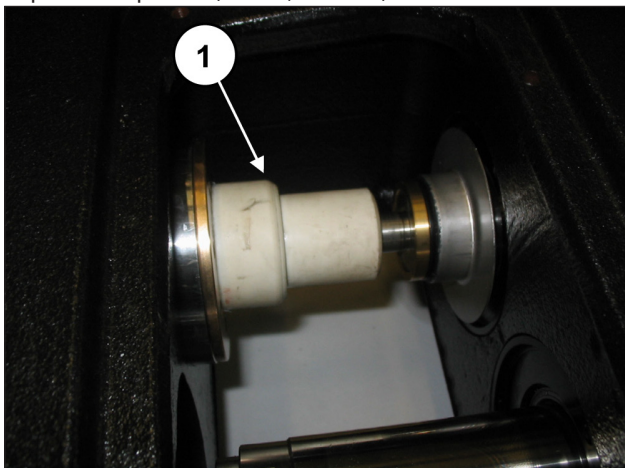

Рис. 141
Вручную прокрутите вал, чтобы переместить 3 поршня в верхнюю мертвую точку. Вставьте оправку арт. 27516600 между направляющей поршня и поршнем (поз. ①, Рис. 141).